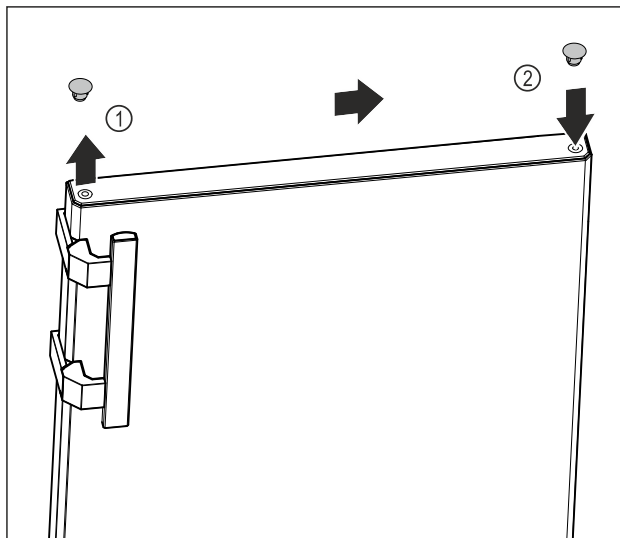

Fig. 18
- ▶ С плоска отвертка внимательно повдигнете покрывающую табу от горную сторону на вратата Fig. 18 (1) и я извадете.
- ▶ Поставте покрывающую табу от другой стороне. Fig. 18 (2)